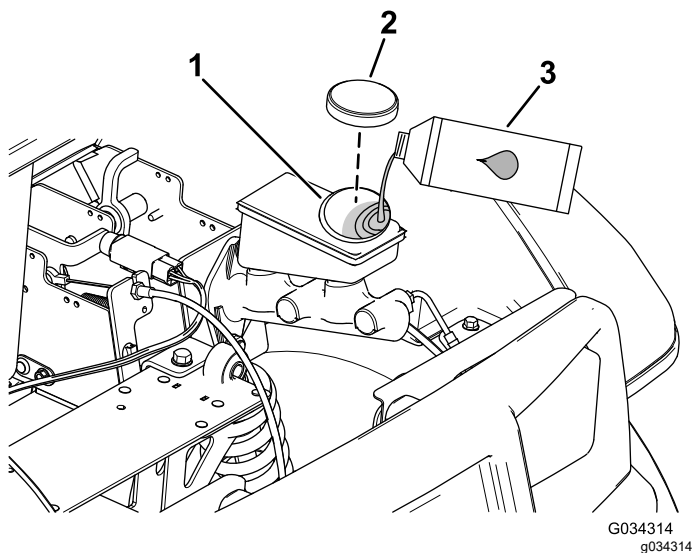

図 57
2. フードを持ち上げてブレーキのマスターシリンダとブレーキ液タンクにアクセスできるようにする 図 57。
A. ウェスでタンクのキャップの周囲をきれいに拭いてキャップ外す 図 57。
- C. タンクにキャップを取り付ける 図 57。